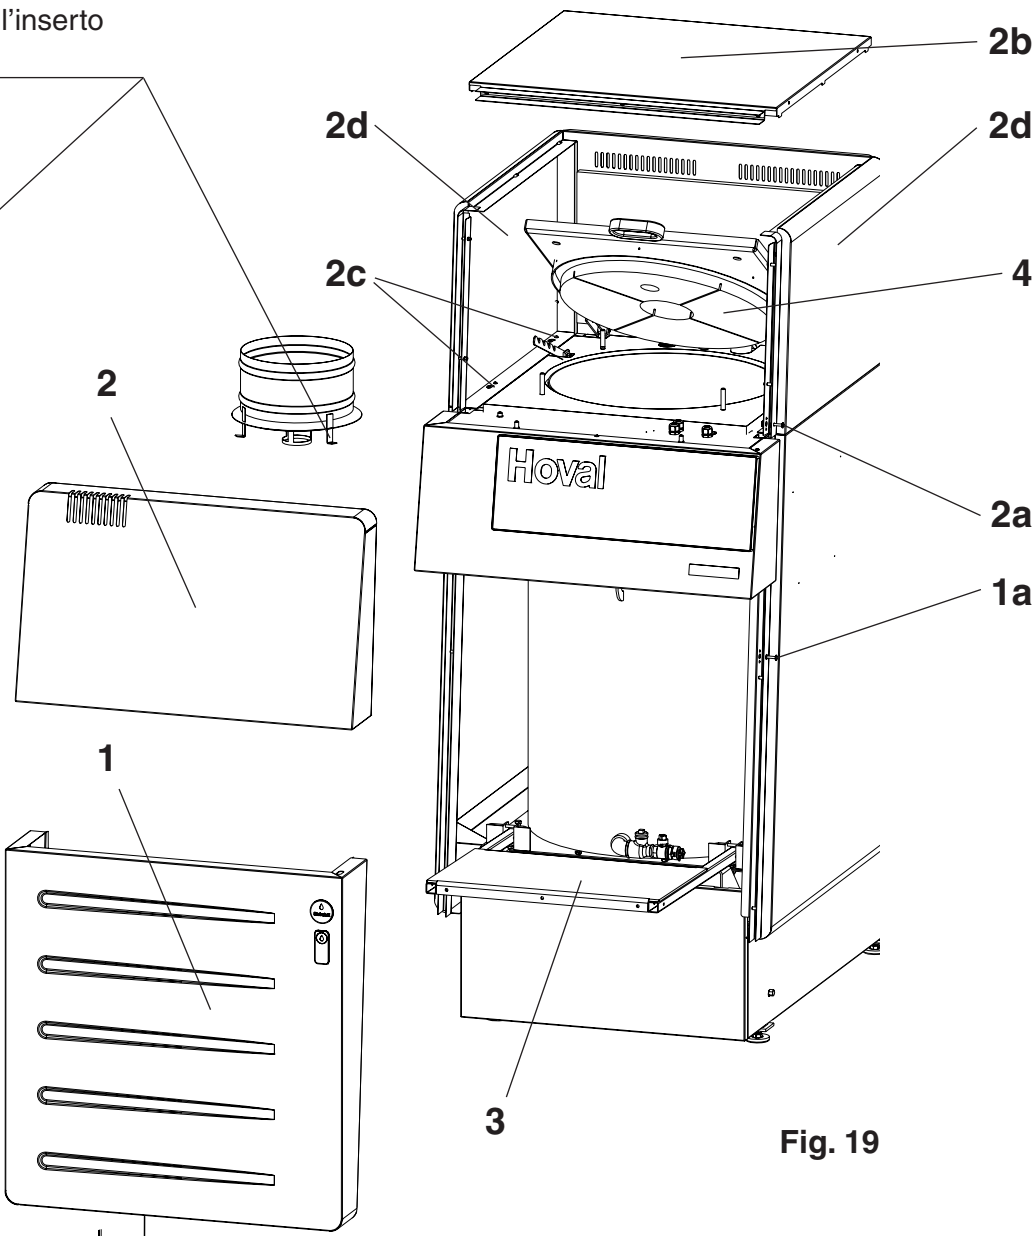
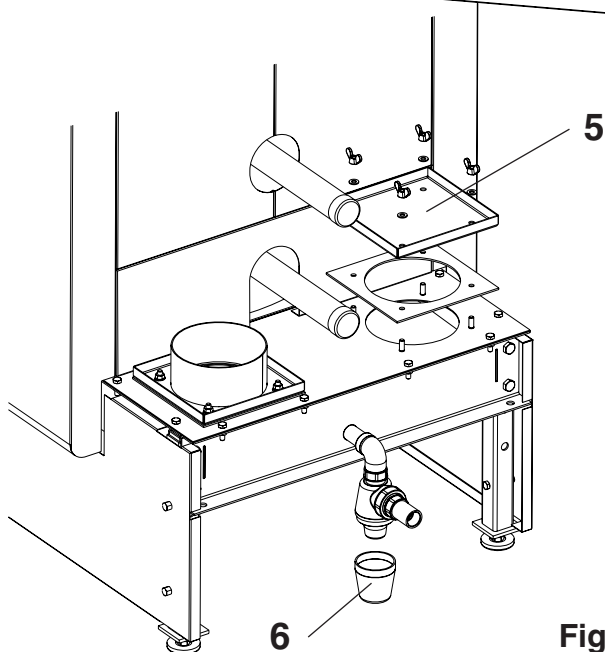

Fig. 19
Fig. 20
- Rimuovere la parte frontale (1, fig. 19) svitando i bulloni di sicurezza laterali (1a) (circa ¼ di giro verso sinistra, quindi estrarre fino alla battuta). Sollevare la copertura frontale (1) mantenendola dritta e rimuoverla tirandola in avanti.
- Rimuovere il coperchio frontale (2) svitando il bullone di sicurezza laterale (2a) (circa ¼ di giro verso sinistra, quindi estrarre fino alla battuta)
- Ribaltare la pedana (3).
- Sollevare il bruciatore con il portellone caldaia (4) e inserire gli spinotti di sicurezza nelle cerniere.
- Rimuovere il coperchio dell'apertura di pulizia (5, fig. 20).
- Svitare la parte inferiore del sifone (6, fig. 20) per raccogliere l'acqua del lavaggio.